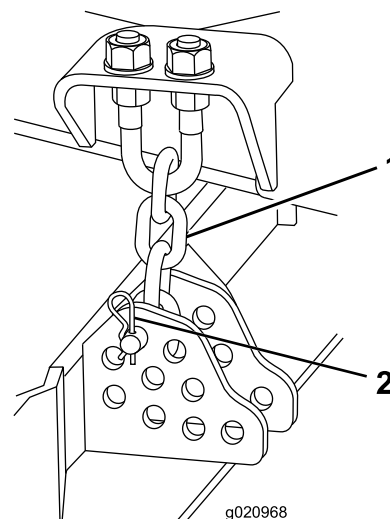

Figura 23
- Retire o perno de gancho e passador de forquilha que fixam as correntes da altura de corte à traseira da unidade de corte (Figura 23).